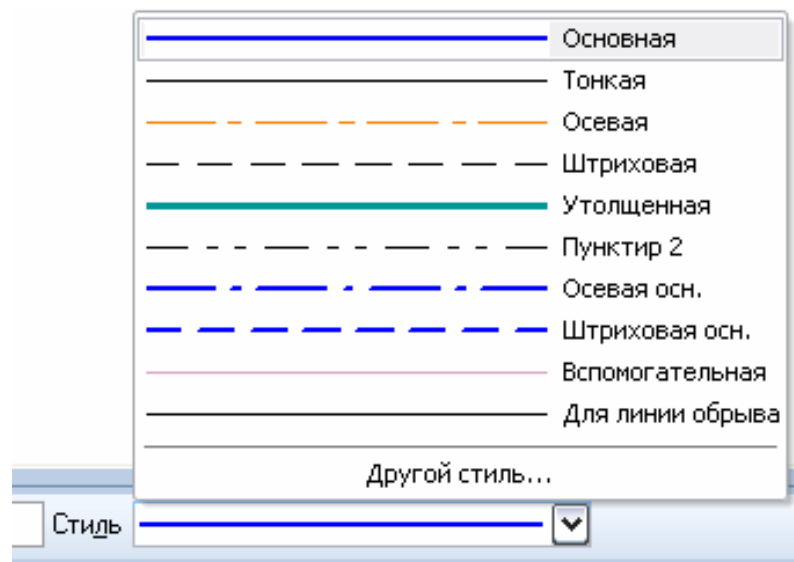

Рис. 2.1.4
4. Накреслити фрагмент технологічної схеми. При виконанні роботи використати Команду **Отрезок**, контури зображення виконуються стилем ліній **Основная** (рис. 2.1.4).